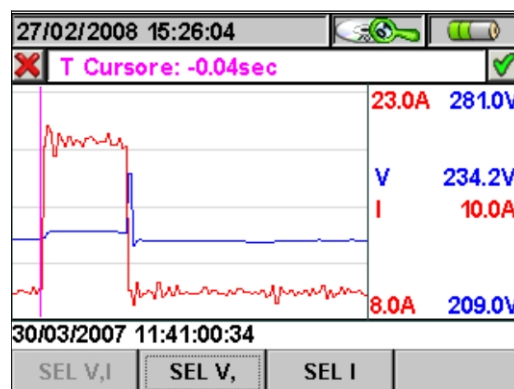

Fig. 128: Grafico correnti di spunto
- Il tasto **F3** (o la voce **GRAFICO** sul display) accede alla pagina che mostra il grafico della corrente di spunto selezionata (Fig. 128)